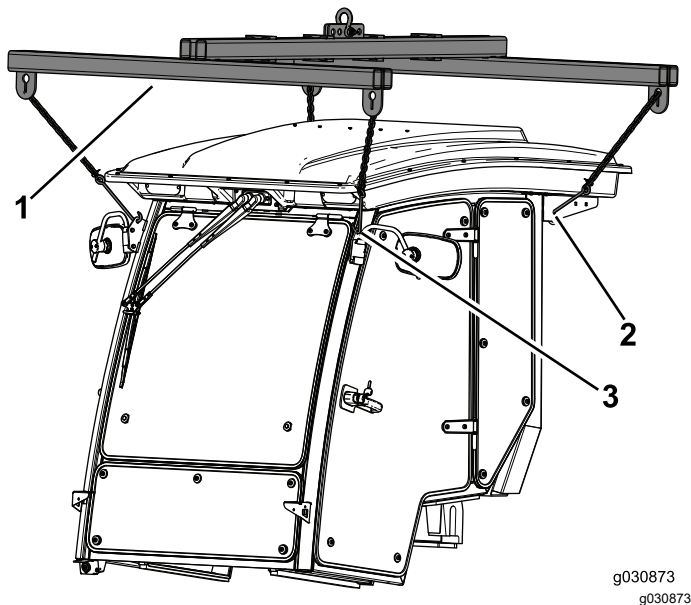

Figura 27
1. Utilice los cuatro puntos de elevación para sujetar la cabina por encima de la máquina (Figura 27).